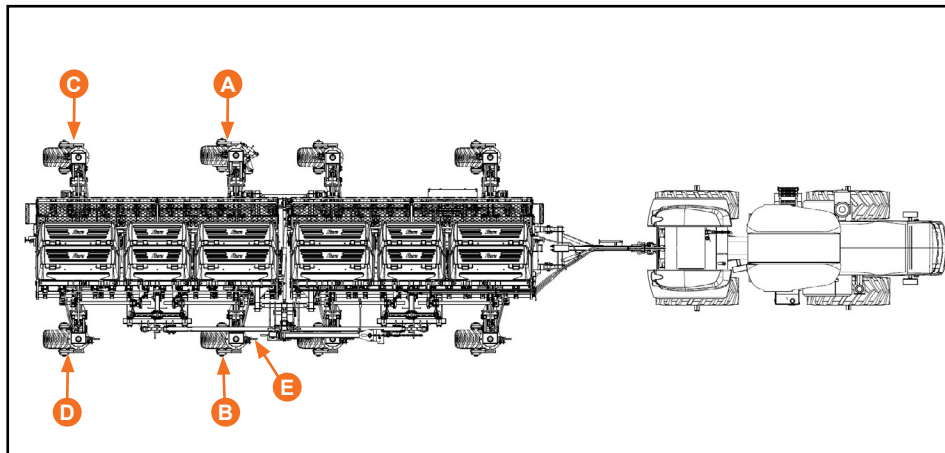

Figura 50
- Arraste o implemento alguns metros, até que os rodados giro livre fiquem na posição de transporte. Com o rodado acionado e travado, trave também a alavanca (E) e o rodado (B) do outro lado do implemento, assim, ficará alinhada atrás do trator. Caso for transportar o implemento em terrenos inclinados ou muito acidentados, trave também um dos rodados traseiros (C) ou (D) isso dependerá para qual lado que o implemento ficará inclinado. Porém caso necessite travar um desses rodados, trave o rodado que servirá de apoio para o implemento (Figura 50).
- Após, remova os pinos (A, B e C) de cada lado do cabeçalho (Figura 50) e engate o cabeçalho (A) nos pontos (B) e (C) indicados.